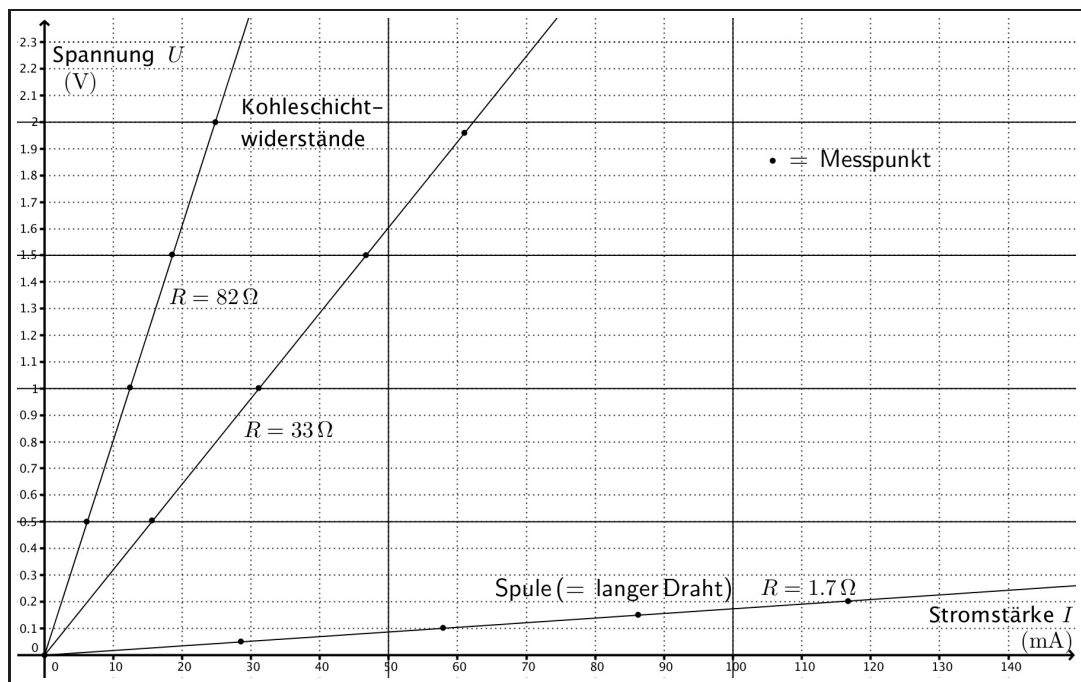

Abbildung 1.3: Kennlinien zweier Kohleschichtwiderstände und einer Spule.
- **Kohleschichtwiderstände** und **nicht zu dünne Metalldrähte** resp. **-kabel** sind gute Beispiele für Ohm'sche Leiter, wie es die zugehörigen Kennlinien in Abb. 1.3 illustrieren.